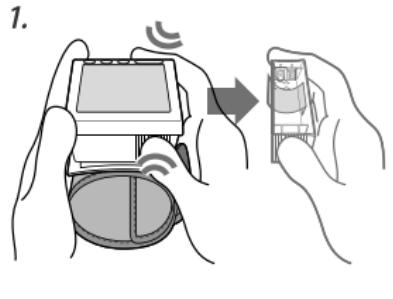

Рис.2
1. Отсоедините крышку отсека для элементов питания (рис.2).